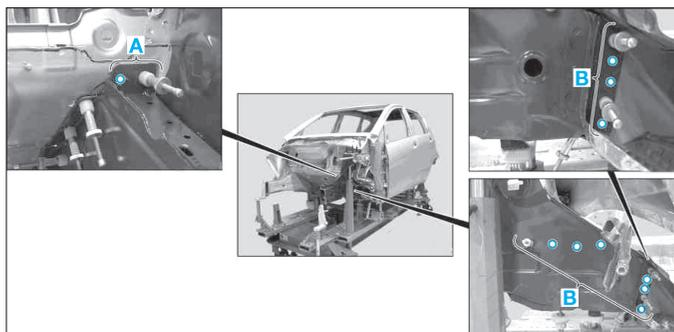

FIG. 15
- Percer des trous (Ø 6,5 mm) dans les zones (A) et (B) (Fig.15).